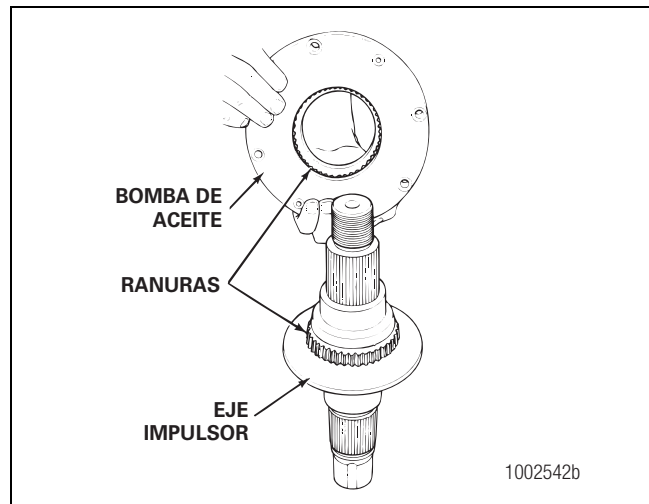

Figura 5.70
- **Si se usa una bomba de ranuras:** Verifique que las ranuras de la bomba estén alineadas con las ranuras del eje. Figura 5.70.